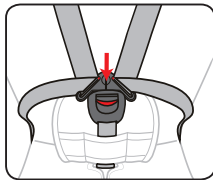

Fig. 3
Paso 3: extraiga la hebilla del acolchado (imagen 3).